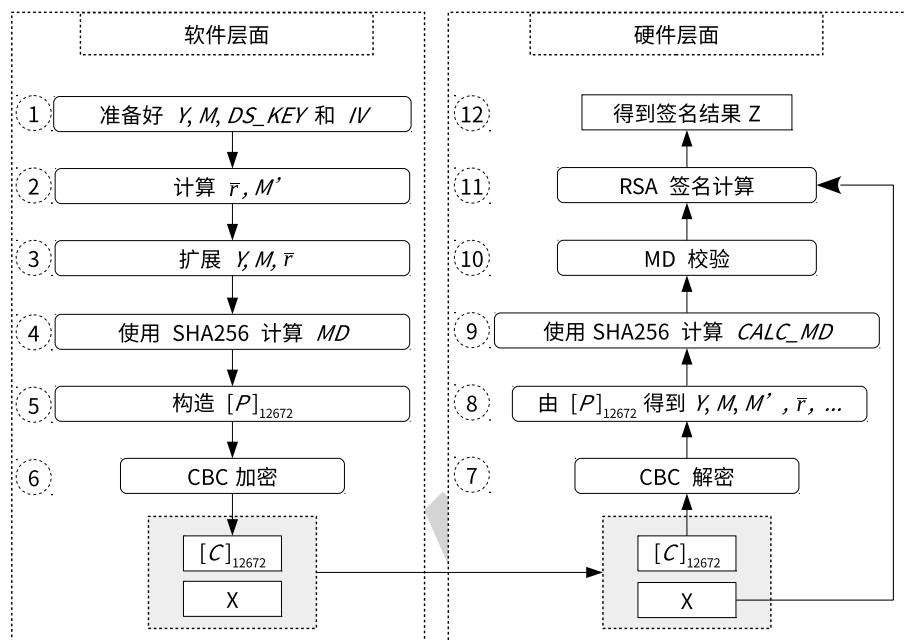

图 20-1. 软件准备工作与硬件工作流程
如果用户想使用 DS 模块进行数字签名, 软件和硬件必须紧密配合才可以顺利完成, 并且软件需要做一系列准备工作, 如图 20-1 所示。图中左半边给出了在硬件开始 RSA 签名计算之前, 软件需要做哪些准备工作。图中右半边展示了硬件在整个签名计算的过程中具体会做些什么。
- 对于多次签名计算, 软件准备工作 (图 20-1 左侧) 只需要进行一次, 但对于每一次签名计算, 硬件运算 (图 20-1 右侧) 都需要重新进行。
用户需要依照图 20-1 指定的步骤来计算 C 。详细的过程描述如下:
1. 解析阶段，即图 20-1 中的步骤 7 和步骤 8
解析过程是图 20-1 中步骤 6 的逆过程。DS 模块将调用 AES 硬件加速器以 CBC 块模式对输入的密文信息 C 进行解密，获取明文信息。该过程可以表示为 $P = \text{AES-CBC-DEC}(C, DS_KEY, IV)$ ，其中 IV 就是 $[IV]_{128}$ ，由用户直接指定； $[DS_KEY]_{256}$ 由硬件 HMAC 提供，由存储在 eFuse 中的 $HMAC_KEY$ 得到，软件无法获取。
2. 校验阶段，即图 20-1 中的步骤 9 和步骤 10
DS 模块会执行两种校验操作：MD 校验和填充 (padding) 校验。由于填充校验和 MD 校验同步进行，因此填充校验不在图 20-1 中体现。
3. 计算阶段，即图 20-1 中的步骤 11 和步骤 12